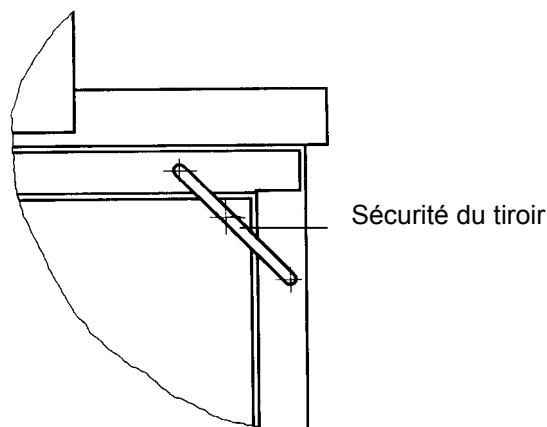

Fig. 6 Coupe - vue arrière du banc d'essai
- Desserrez la sécurité du tiroir (voir fig. 6).